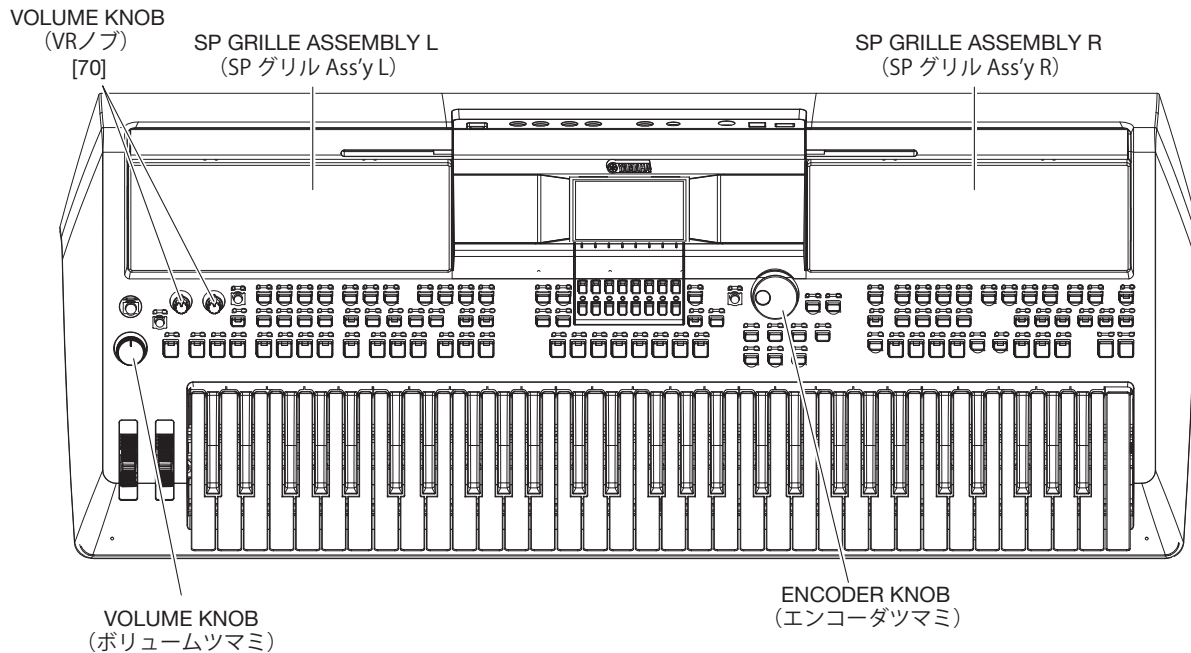
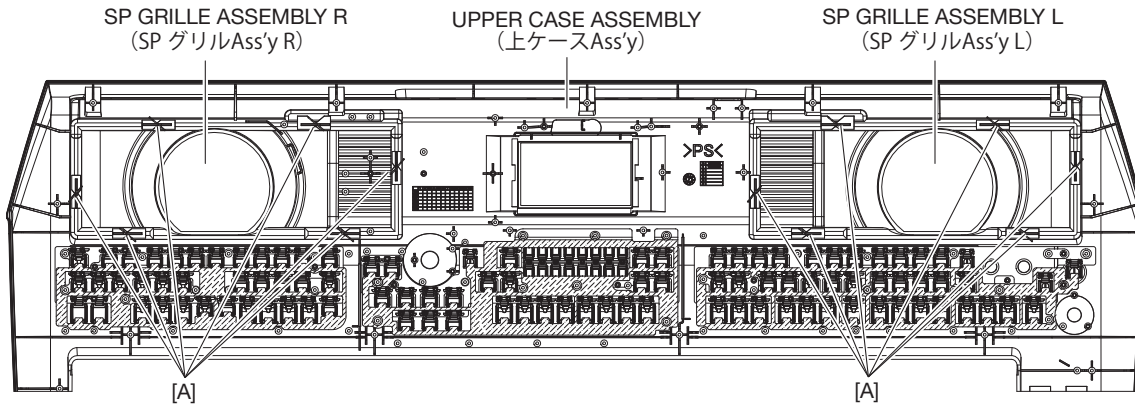

Fig. 4 (図4)
Fig. 7 (図7)
- 5-1. Remove the two (2) volume knobs marked [70] from the control panel surface. (Fig. 4)
- 5-1. コントロールパネル面から [70] の VR ノブ 2 個を外します。(図 4)
- 7-1. Remove the volume knob from the control panel surface. (Fig. 4)
- 7-1. コントロールパネル面からボリュームつまみを外します。(図 4)
- 13-1. Remove the encoder knob from the control panel surface. (Fig. 4)
- 13-1. コントロールパネル面からエンコーダツマミを外します。(図 4)
- 14-2. Align the six (6) [A]s the groove in the upper case assembly and remove the SP grille assembly L. (Fig. 4, Fig. 7)
- 15-4. Align the six (6) [A]s the groove in the upper case assembly and remove the SP grille assembly R. (Fig. 4, Fig. 7)
- 14-2. [A] の 6箇所を爪を、上ケース Ass'y の溝と平行にして、SP グリル Ass'y L を外します。(図 4、図 7)
- 15-4. [A] の 6箇所を爪を、上ケース Ass'y の溝と平行にして、SP グリル Ass'y R を外します。(図 4、図 7)